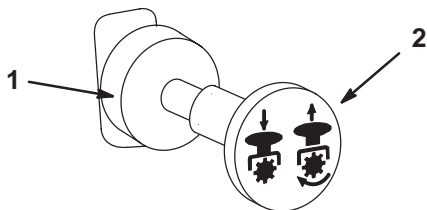

Figure 15
- Tirez sur la commande de prise de force (PDF) pour l'engager (Fig. 15).
Repoussez la commande de PDF pour la débrayer (Fig. 15).